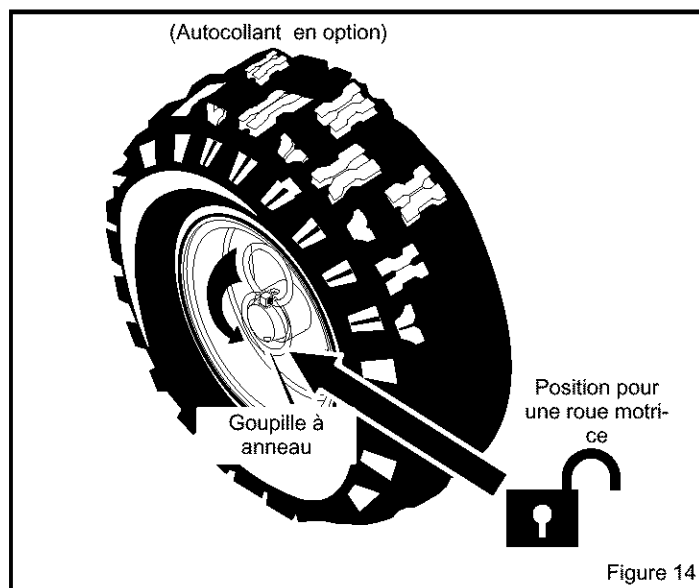

Figure 14
2. Pour augmenter la maniabilité dans de la neige légère, retirer la goupille de sa position de blocage et l'engager dans le trou pour une roue motrice (Figure 14). S'assurer que la goupille est dans la position correspondant à une seule roue motrice et non pas en position de blocage.